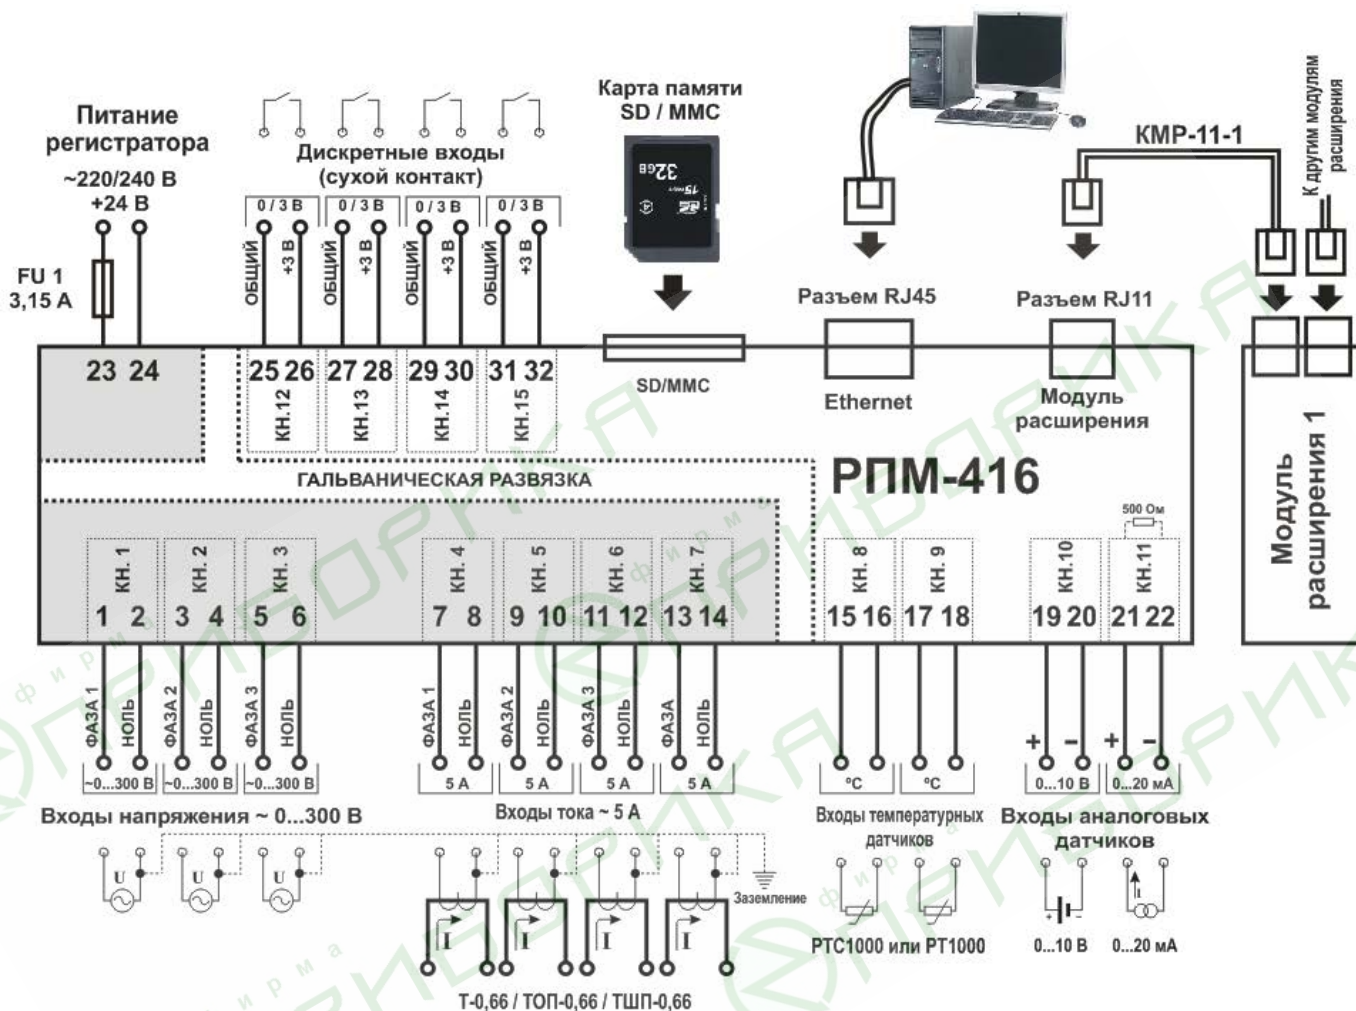

Рисунок 5.1 – Схема подключения РПМ-416
**ВНИМАНИЕ:** ПОДКЛЮЧЕНИЕ МОДУЛЕЙ РАСШИРЕНИЯ ВЫПОЛНЯЕТСЯ С ПРАВОЙ СТОРОНЫ КОРПУСА РЕГИСТРАТОРА И ТОЛЬКО ПРИ ПОМОЩИ КАБЕЛЯ КМР-11-1 (СМ. РИСУНОК 5.1).